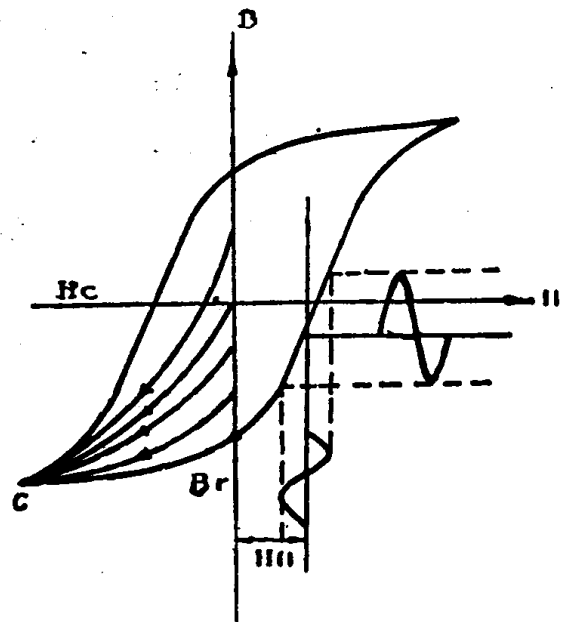

图1-10
实际录音机的直流偏磁方式是与直流抹音相配合的，因而是利用“磁滞回线边沿”的直流偏磁方式（见图1-10）
4. 见图1-10，如果录音磁头的偏磁磁场与抹音头的磁场方向相同时，录出的剩磁信号应是怎样的？请作图说明。